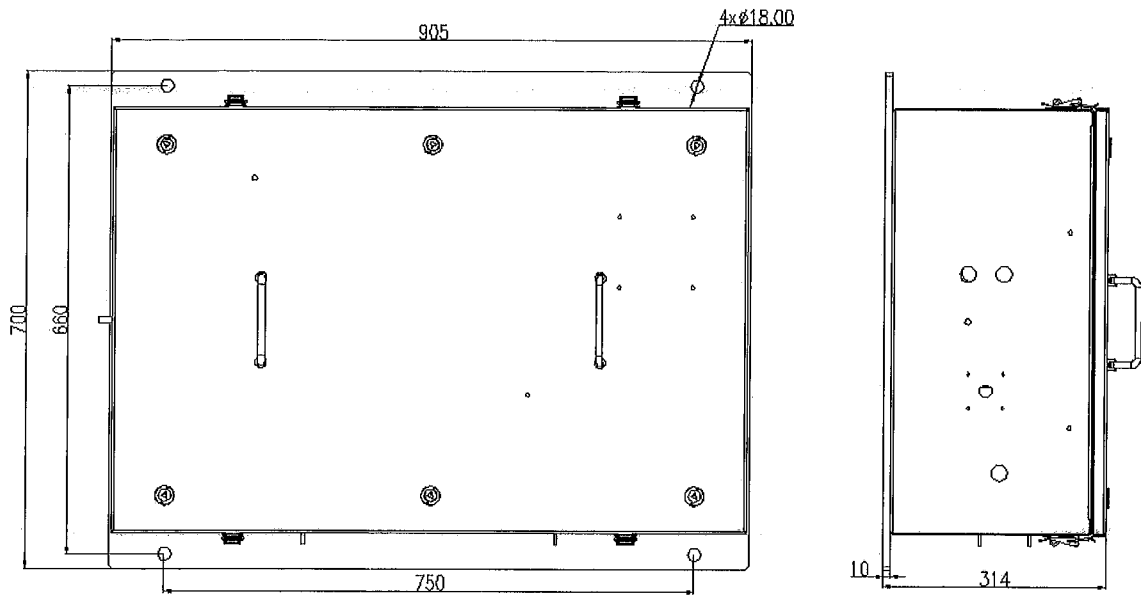
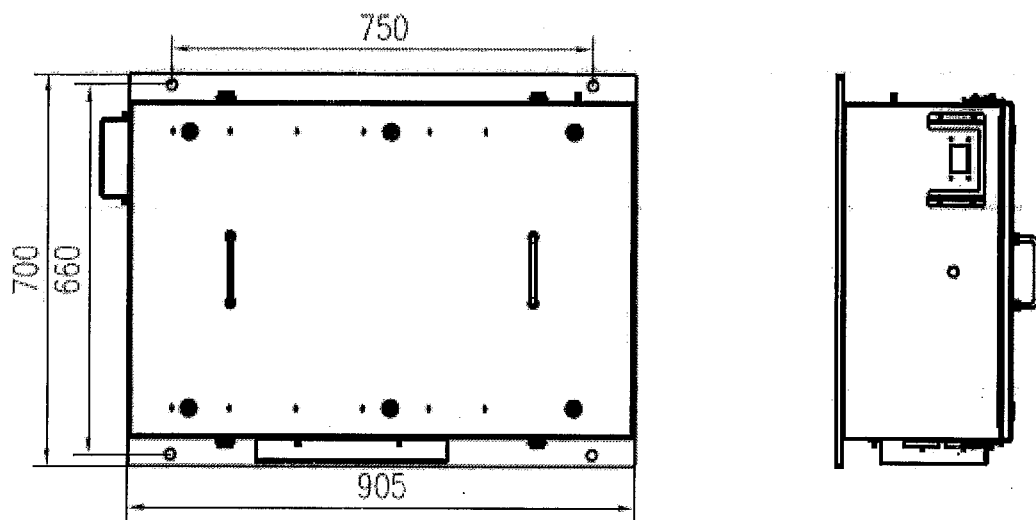

图 1 轮毂控制柜柜体外形及安装尺寸图
图 2 后备电源柜外形及安装尺寸图
轮毂控制柜外形尺寸及安装尺寸见图 1：
3.3 *EH-80/400A3.4* 轮毂控制柜的外形安装尺寸见图 1 所示，*EB-80/400C3.4* 后备电源柜外形和安装尺寸图如图 2 所示。